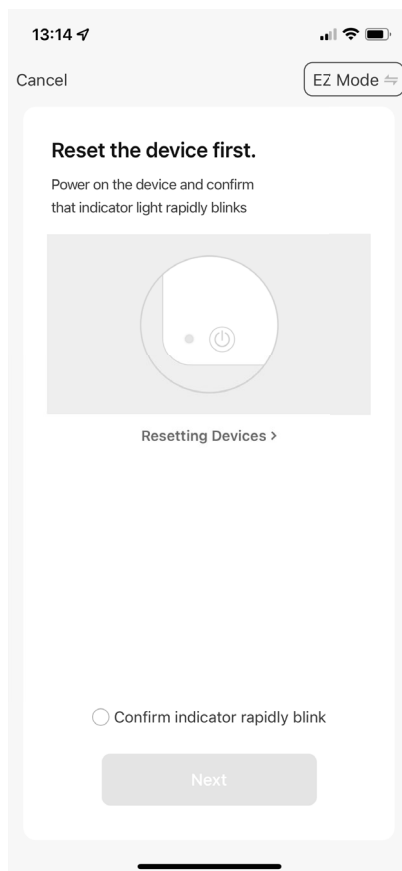

Fig. 4
- Appuyez à présent en haut à droite sur le **MODE EZ** (**voir fig. 4**).